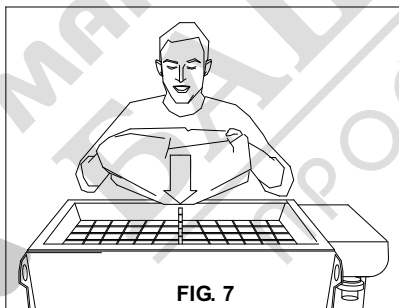

FIG. 7
- Cargue el material premezclado seco. Apoye con decisión un saco en la rejilla rompesacos (10, fig. 1) y levante los dos extremos del saco hasta vaciarlo completamente en el interior de la tolva (fig. 7).